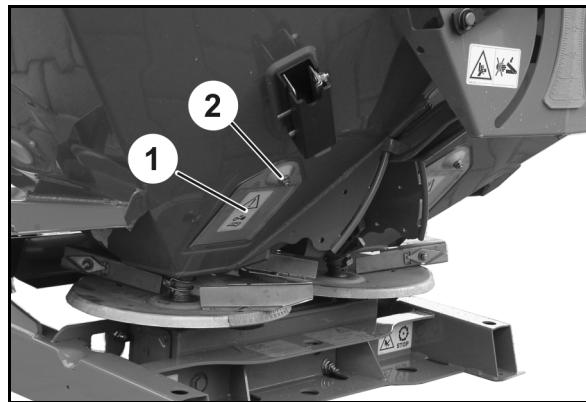

Fig. 85
ZA-X er utstyrt med to tømmeklaffer (Fig. 85/1) for resttømming.
2. Løsne mutterne (Fig. 85/2).